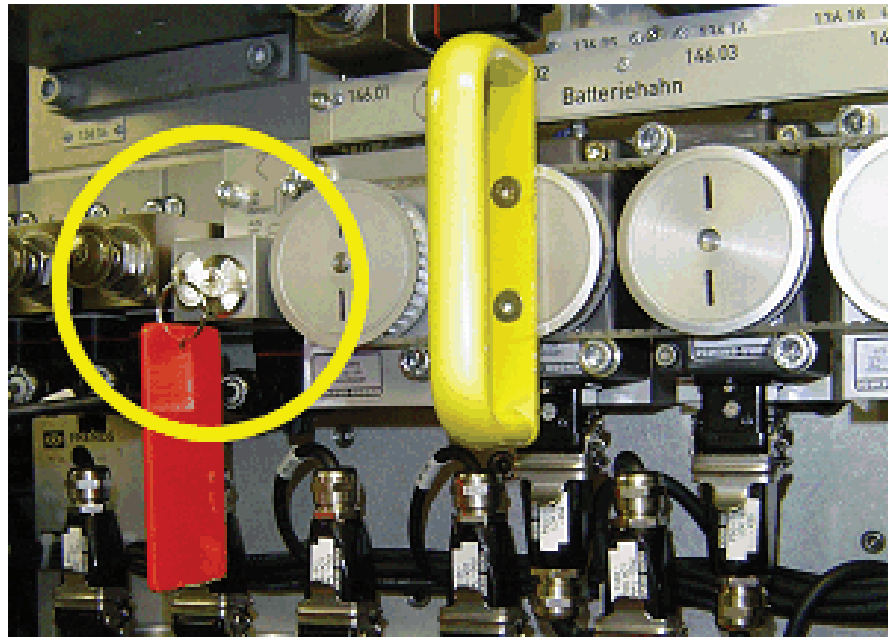

Bild 14-112 Schlüsselventil Stromabnehmer in Grundstellung "Ein"
- Schlüsselschalter des Stromabnehmersenkventils auf der Bremsgerätetafel in Stellung "Aus" drehen und Schlüssel abziehen. Damit ist die Druckluft zum Heben aller Stromabnehmer abgesperrt (siehe Bild 14-112; Seite 365).